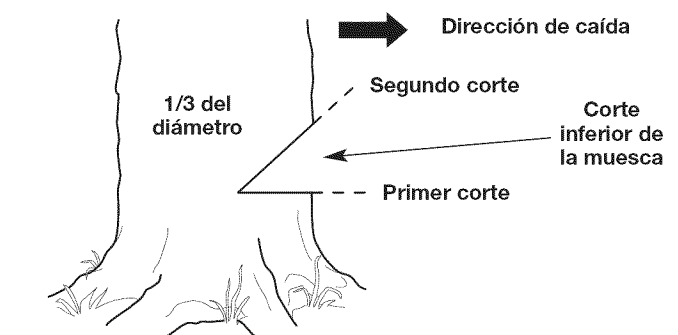

Fig. 12
1. Haga un corte horizontal en el tronco del árbol (Fig. 12). El corte debería ser de aproximadamente 1/3 del diámetro del árbol y cerca del suelo. Para evitar que el peso de la madera comprima la barra guía, siempre haga este corte en primer lugar.
2. Haga un corte a 45° en el tronco del árbol, arriba del primer corte (Fig. 12). Continúe cortando hasta que los dos cortes se unan.